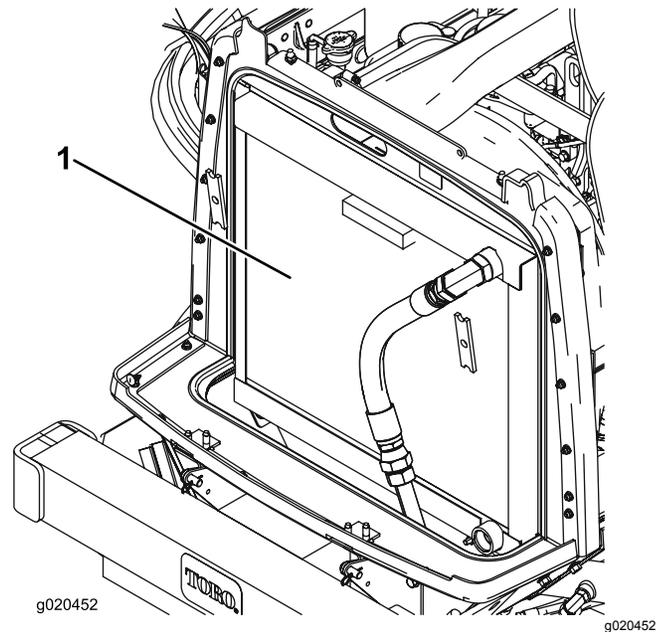

Figura 61
3. Limpie a fondo ambos lados de la zona del radiador/enfriador de aceite (Figura 61) con aire comprimido.